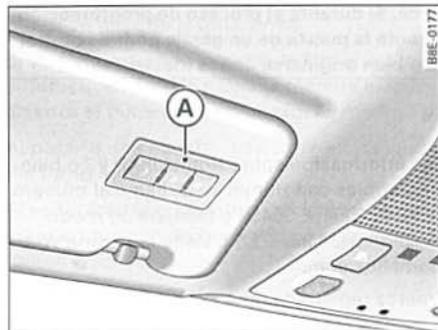

Fig. 156 Parasol del lado del conductor
- Pulse las dos teclas exteriores del mando a distancia universal por control remoto HomeLink® ⇒ fig. 156 hasta que empiece a parpadear el testigo (A) ⇒ fig. 156 (después de aprox. 20 segundos). De este modo se borran todos los datos que estaban almacenados hasta el momento.
- Mantenga la tecla pulsada y espere hasta que el diodo luminoso (A) ⇒ fig. 156 empiece a parpadear. El módulo HomeLink® se mantiene ahora durante unos 5 minutos en el modo de autoadaptación. Esto se indica por medio de un parpadeo lento después de soltar la tecla.
- Preste atención al diodo luminoso **(A)** del HomeLink® ⇒ *página 160*, fig. 156. Si el diodo luminoso parpadea primero rápidamente y pasa, después de unos 2 segundos, a estar encendido constantemente, el dispositivo correspondiente, p. ej., un emisor para abrir la puerta del garaje, está programado con un código variable.
- Pulse la tecla del HomeLink® programada ⇒ *página 160*, fig. 156. El dispositivo programado en esta tecla (p. ej., la puerta del garaje) se activa.
El diodo luminoso del HomeLink® ⇒ *página 160*, fig. 156 está encendido mientras estén pulsadas las teclas de manejo. ■
- Pulse las dos teclas exteriores hasta que el diodo luminoso empiece a parpadear ⇒ *página 160*, fig. 156.
- Pulse la tecla del HomeLink® que desee reprogramar hasta que el diodo luminoso ⇒ *página 160*, fig. 156 empiece a parpadear lentamente.